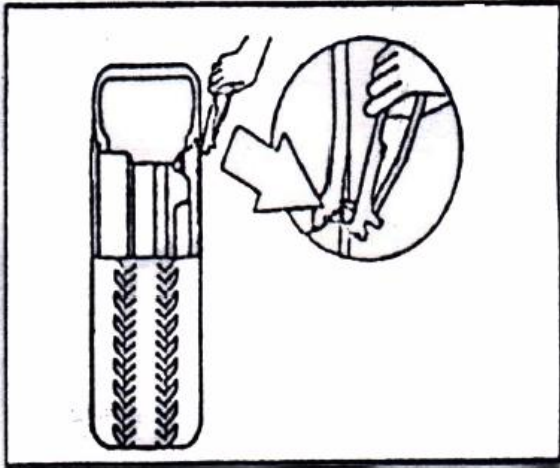

Рис. 18
4.1.1 Полностью выпустите воздух из шины и извлеките основу. Используйте клещи, чтобы снять грузики с обода. (Рис. 18).
4.1.3 Установите монтажный стержень (Рис. 2-4) в рабочее положение таким образом, чтобы монтажная головка находилась около борта шины. Ролик в монтажной головке должен иметь зазор от борта шины менее 2 мм, расстояние от нижней части монтажной головки до обода должно быть < 2 мм (Рис. 18), с помощью запирающей рукоятки (Рис. 2-12) зафиксируйте поворотный рычаг вращением этой рукоятки (Рис. 6-2).